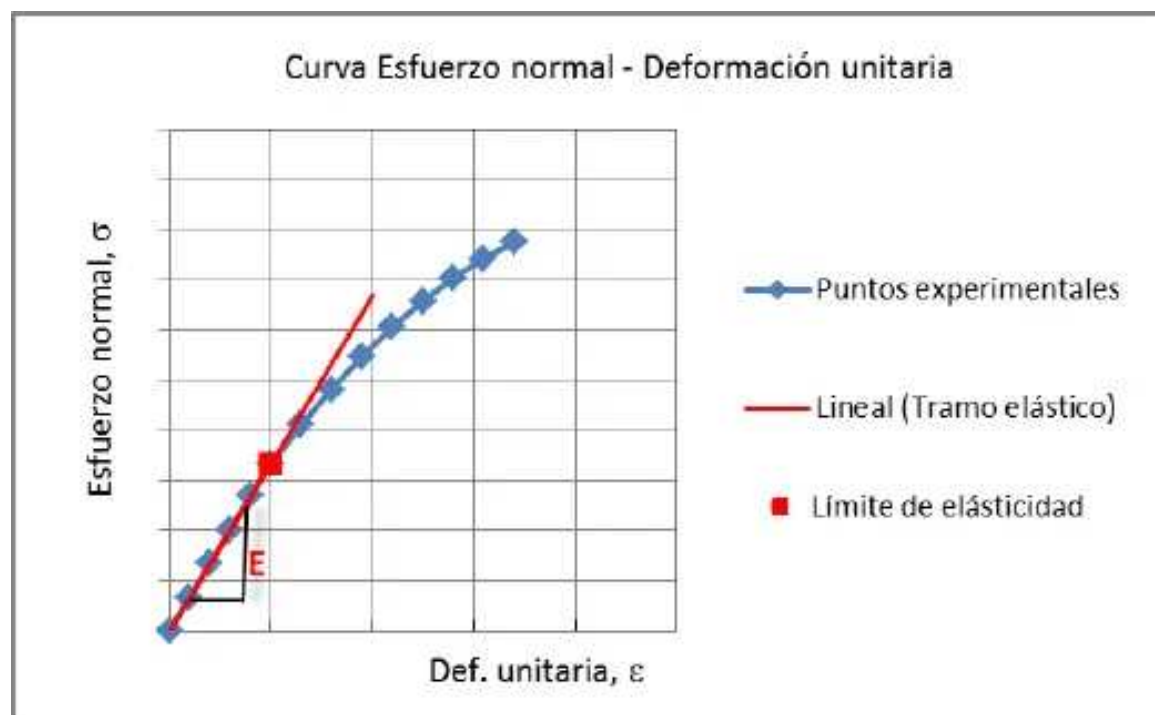

Figura 2. Curva esfuerzo-deformación, en carga ascendente.
- c) **Curva esfuerzo normal-deformación lineal unitaria** es la representación gráfica del comportamiento de un material donde se relaciona la carga axial con su respuesta de deformación, figura 2.
- d) **Tramo elástico** es el trazo inicial recto de la curva esfuerzo – deformación donde la relación entre el esfuerzo normal (σ) y la deformación unitaria (ε) es linealmente proporcional, y el fenómeno es reversible, cumpliendo la ley de Hooke, expresión (5) y figura 2.